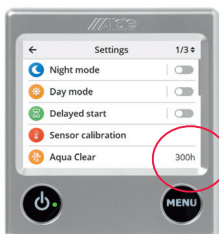

fig. 8
4. Appuyez sur "MENU" pour revenir aux réglages. Ici, un compteur s'affiche pour le temps actif restant avant que l'unité UV ne doive être remplacée, voir Fig. 8.